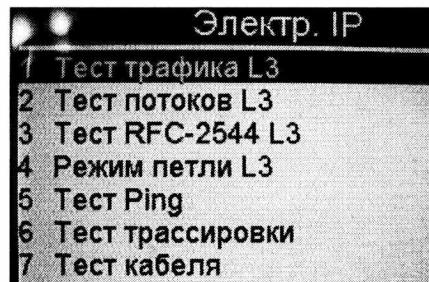

Рисунок 5
5.7.2 Нажать на стрелки - выделить **Electrical IP** и нажать кнопку **OK**. Появится окно «**Электр. IP**» - рисунок 5.